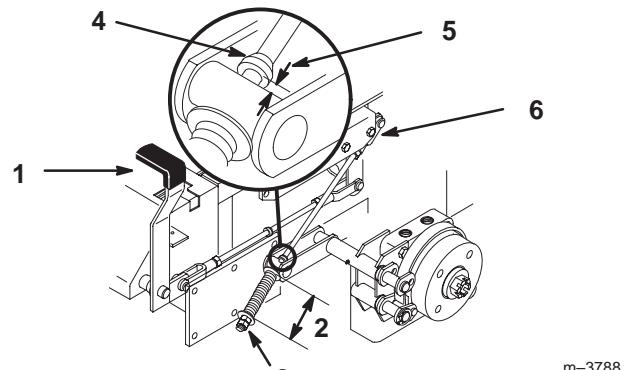

Figure 63
2. Mesurez la longueur du ressort. Les rondelles doivent être distantes de 70 mm (2-3/4 pouces) (Fig. 63).
3. Si un réglage est requis, desserrez l'écrou de blocage situé sous le ressort et serrez l'écrou directement au-dessous de la chape (Fig. 63). Vissez l'écrou jusqu'à ce que le ressort ait la longueur voulue. Serrez les deux écrous ensemble et répétez la procédure de l'autre côté de la machine.
- A. Mesurez la distance entre le galet de tourillon et le collier sur la tige de frein. Elle doit être comprise entre 5 et 7 mm (3/16 et 1/4 pouce) (Fig. 63).
6. Si un réglage est requis, desserrez l'écrou de blocage situé juste au-dessous de la chape. Tournez la tige inférieure jusqu'à obtention de l'écart voulu (Fig. 63). Serrez l'écrou de blocage à la chape.